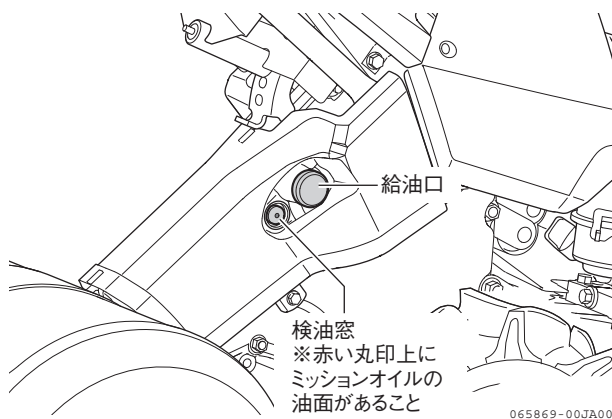

図 4-17 点検のしかた
2. 検油窓の赤い丸印上にミッションオイルの油面があることを確認します。(図 4-17)